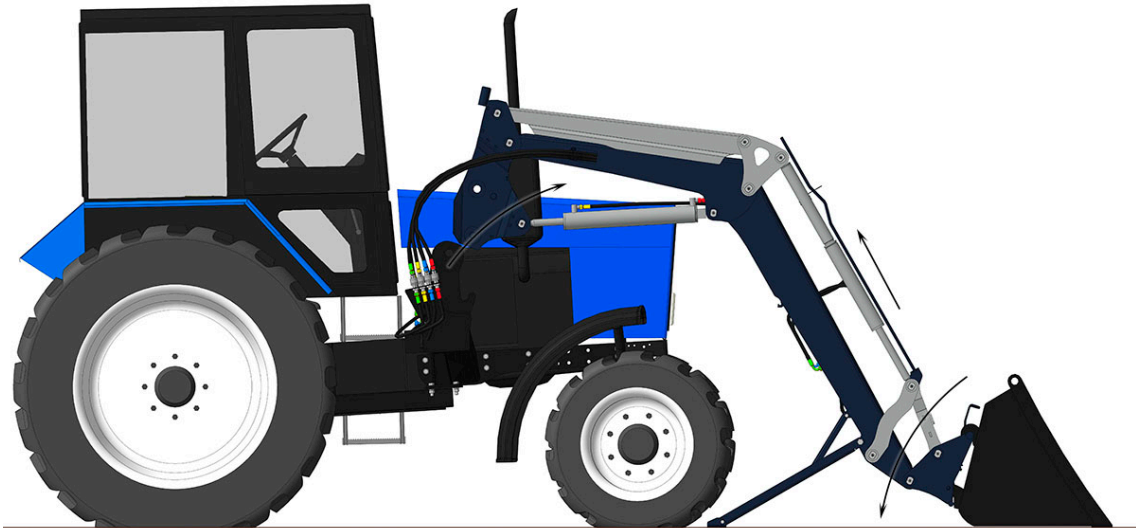

Рис. 2.6 – Демонтаж погрузчика Универсал
- Выведите пятки из подрамников, как показано на рис. 2.6.